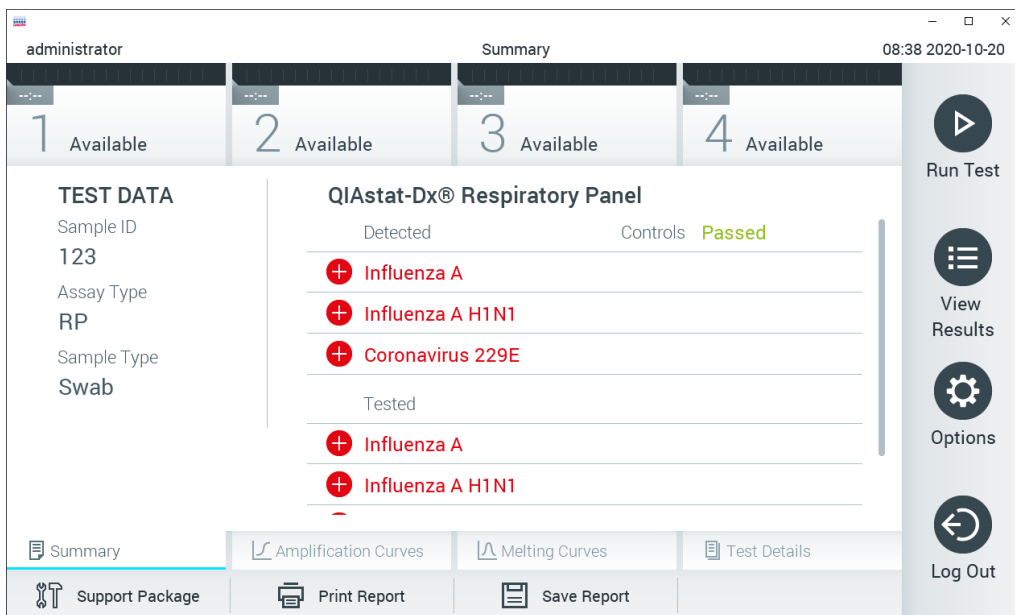

Figura 30. Tela Summary (Resumo) dos resultados.
11. Após a ejeção do cartucho de ensaio QIAstat-Dx, a tela Summary (Resumo) dos resultados será exibida (Figura 30). Consulte a Seção 5.5 para obter mais detalhes.